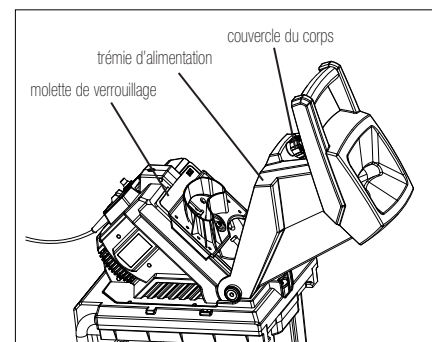

Fig. 7
3. Tournez la molette de verrouillage dans le sens antihoraire jusqu'à ce que le couvercle du corps puisse être ouvert. Levez le couvercle du corps pour exposer les deux lames (fig. 7).